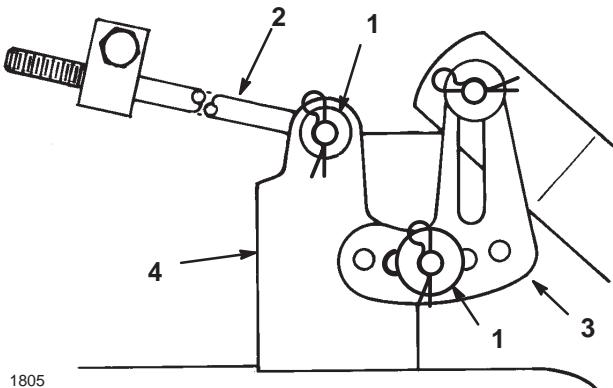

Bild 19
7. Entfernen Sie den Splint und die Scheibe vom Ende der langen Stange (Bild 19). Schieben Sie die Stange aus der Mähwerkhalterung heraus.
8. Entfernen Sie den Splint und die Scheibe von der Mähwerkniellierhalterung (Bild 19). Schieben Sie den Bügel vom Montagestift herunter. Bringen Sie die Scheibe und den Splint zur Einlagerung wieder an.